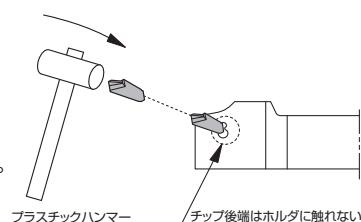

図 1 取付け方法
- チップは、プラスチックハンマーで軽く叩いて押し込んでください(図1)。